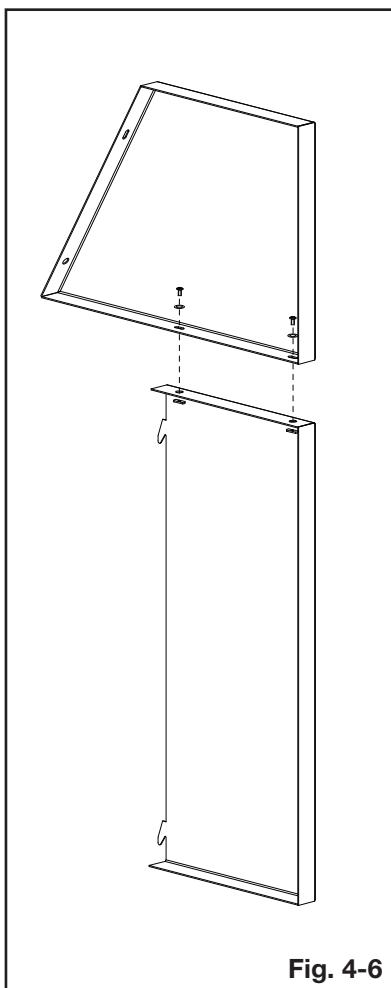

Fig. 4-6
- A. Avec la façade dans son emplacement finale, assemblez les côtés comme illustré à l'aide des vis fournies (**Fig. 4-6**).